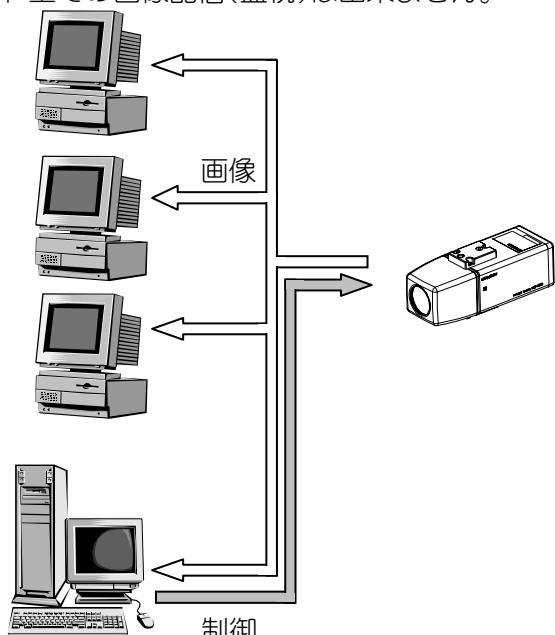

図 9-2 マルチキャストについて
- (1) 図 9-2に示すようにカメラからの画像を複数の機器で受信することができる通信方式です。
- (2) 複数箇所での監視に適しています。
- (3) 通信プロトコルには、RTP/UDP/IP が利用されます。
- (4) インターネット上の画像配信(監視)は出来ません。